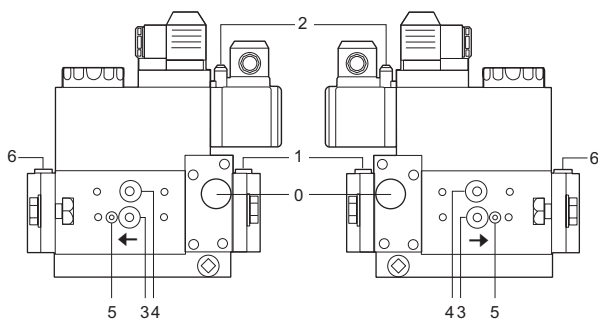
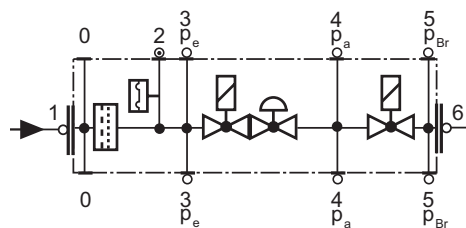

Fig. 35
Fig. 36
- Curățați și examinați cartusul filtru pentru gaz și dacă este cazul, îl înlocuiți (vezi Fig. 35) ;
- Schimbați filtrul dacă diferența de presiune dintre prizele 1 și 3 (Fig. 35-Fig. 36) este $\Delta p > 10$ mbar .
- Schimbați filtrul dacă diferența de presiune dintre prizele 1 și 3 (Fig. 35-Fig. 36) este de două ori mai mare comparată cu cea de la ultima verificare .